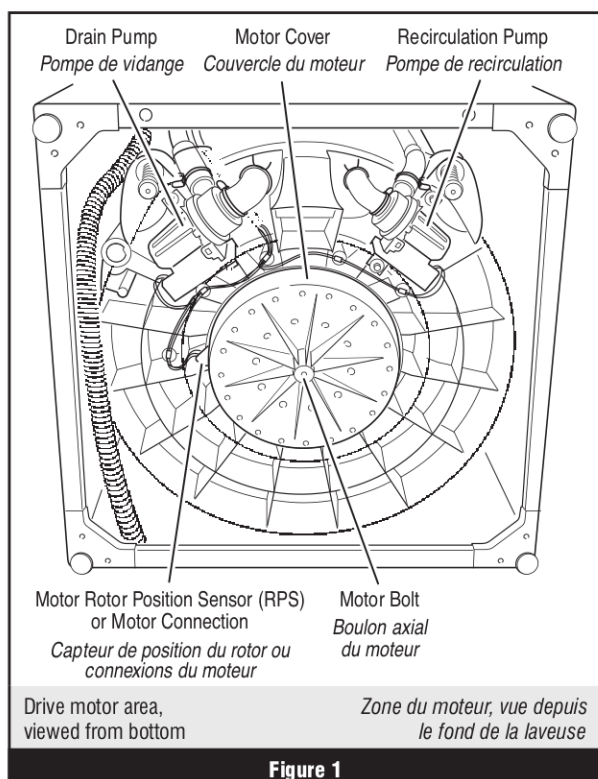

Figure 1
**5.** Incliner la laveuse vers l'avant pour accéder au fond de la laveuse et aux pompes. Voir figure 1, page 14.